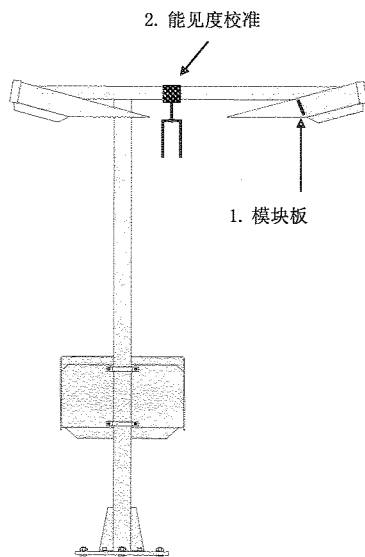

图 7-34 FD12 能见度仪的校准
- (1)为了阻挡光路,将小挡板放置在接收测头或发射测头内;
- (2)等候 30s;
- (3)运行 CHEC 命令。信号值必须在 $\pm 0.1\text{Hz}$ 之间,否则可能硬件有故障,应检查接头;
- (4)按 ESC 键终止 CHEC 命令,并移开挡板;
- (5) 安装不透明散射板, 注意散射板上的信号值, 会在后续步骤中使用;
- (6) 将散射板配件安装到变送器横杆上(图 7-34)。将散射板安装在横杆的中间, 允许 5mm 偏差。小心用光束给散射板对中心。比较好的方法是将校准板夹固定在横杆上, 用于下次校准;
- (7) 从光学通道移开, 等候 30s。
- (8) 运行 CHEC 命令;
- (9) 2min 后读取显示的信号;
- (10) 信号值必须与散射板上的值接近。如果误差小于 3%, 校准是正确的, 否则继续校准程序;
- (11) 按 ESC 键终止 CHEC 命令。